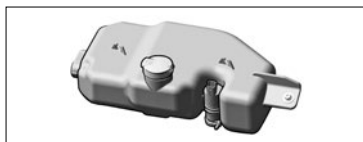

Рис. 7. Бачок стеклоомывателя
**Заправка:** открыть крышку (рис. 7), залить жидкость до видимого уровня и закрыть крышку.